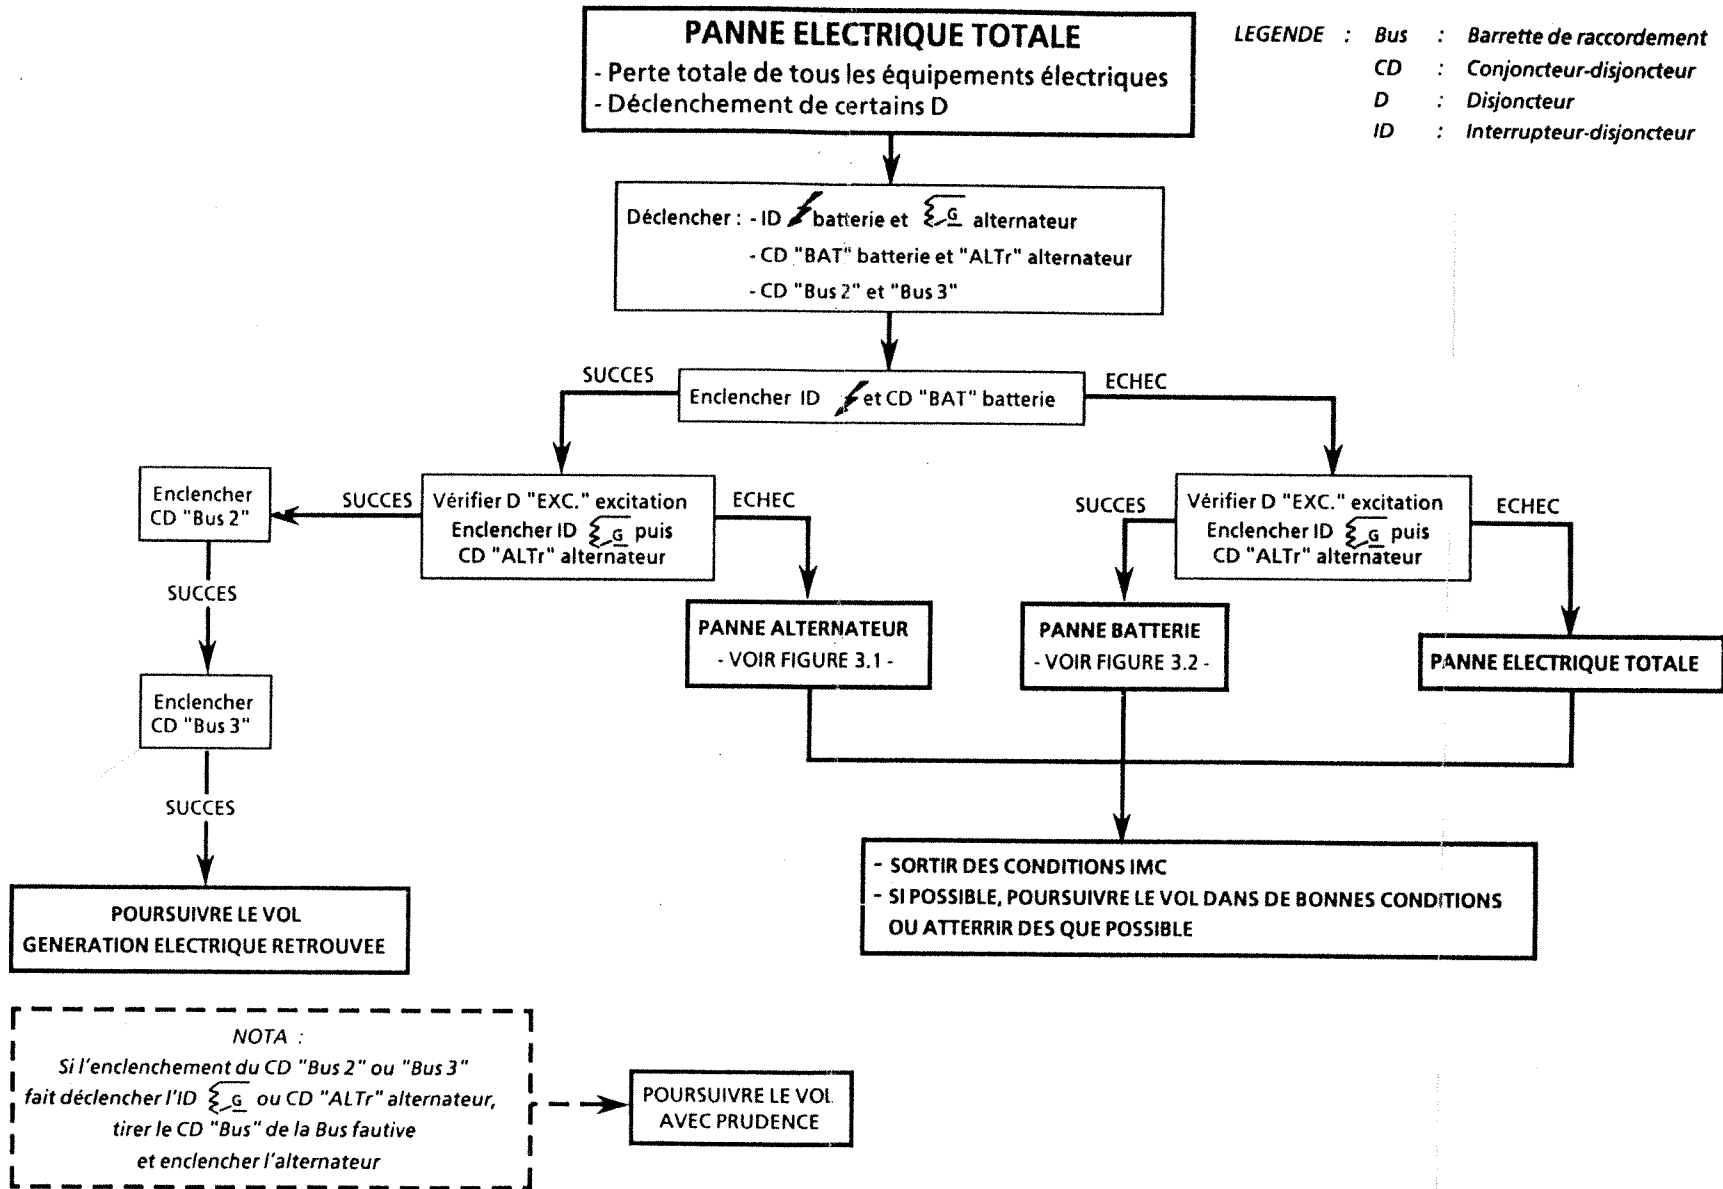

Figure 3.3 - ORGANIGRAMME PANNE ELECTRIQUE TOTALE
**PANNE ELECTRIQUE TOTALE (Voir Figure 3.3)**